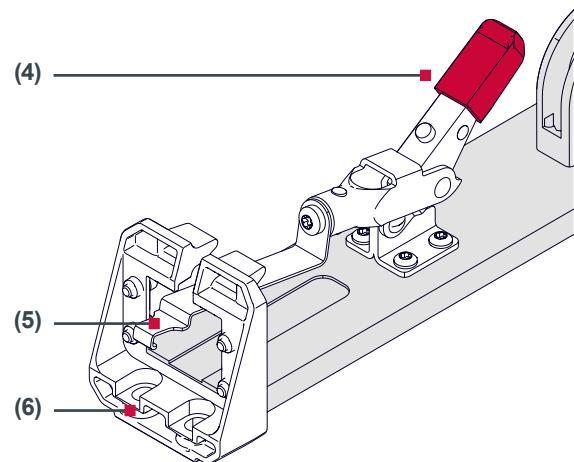

Abb. 3 Befestigung Steckerkonsole
3. Zweiten Spannhebel (4) an der Montagehilfe zum Lösen nach oben ziehen und Steckerkonsole (6) wie in Abbildung 3 gezeigt positionieren.
4. Halteblech (5) über die Steckerkonsole führen und Spannhebel (4) schließen.